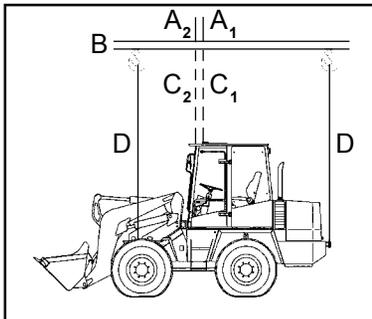

Bild 7-4
- Der Aufnahmepunkt ((7-4/A₁ - Gerät ohne Standardschaufel) bzw. (7-4/A₂ - Gerät mit Standardschaufel)) des Tragemittels (7-4/B) muß genau senkrecht über dem Schwerpunkt (7-4/C₁ bzw. 7-4/C₂) des Gerätes liegen (siehe Bild 7-4), damit sich das Lastaufnahmemittel **waagrecht** über der Längsmittelachse des Gerätes befindet.